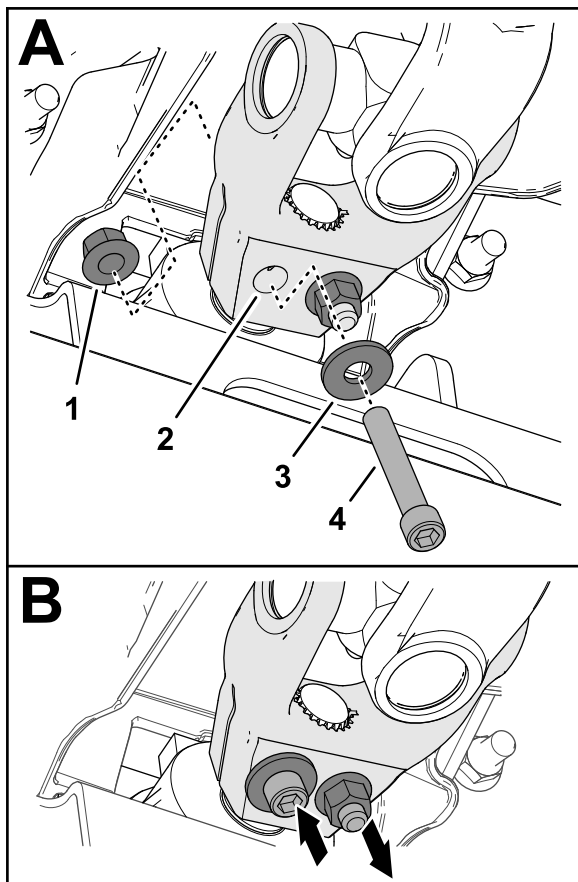

Figura 16
6. Montate un bullone senza dado a brugola ( $\frac{3}{8}$ " x  $2\frac{1}{4}$ ") attraverso una rondella ( $\frac{3}{8}$ ") e il foro nella forcella dell'albero di trasmissione (Figura 16), e fissate il bullone senza dado con un dado di bloccaggio flangiato ( $\frac{3}{8}$ ").
7. Montate un bullone senza dado a brugola ( $\frac{3}{8}$ " x  $2\frac{1}{4}$ ") attraverso una rondella ( $\frac{3}{8}$ ") e il foro nella forcella dell'albero di trasmissione dalla direzione opposta (Figura 16), e fissate il bullone senza dado con un dado di bloccaggio flangiato ( $\frac{3}{8}$ ").